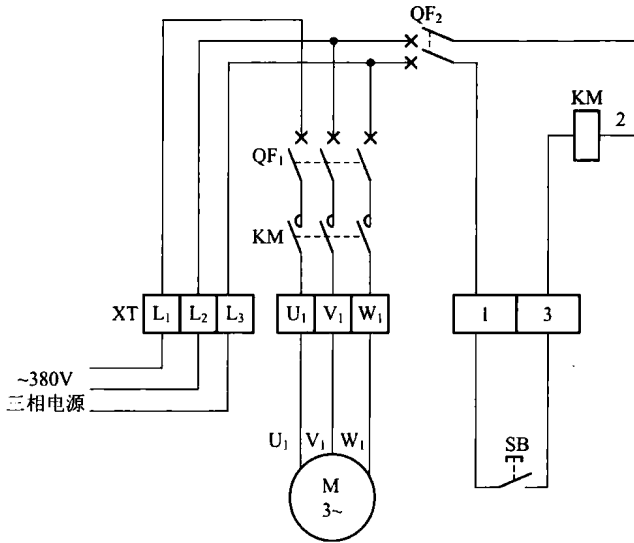

图 1.2 单向点动控制电路布线图
2. 电路布线图(图 1.2)
从图 1.2 中可以看出，XT 为接线端子排，通过端子排 XT 来区分电气元件的安装位置，XT 的上方为放置在配电箱内底板上的电气元件，XT 的下方为外接或引至配电箱门面板上的电气元件。